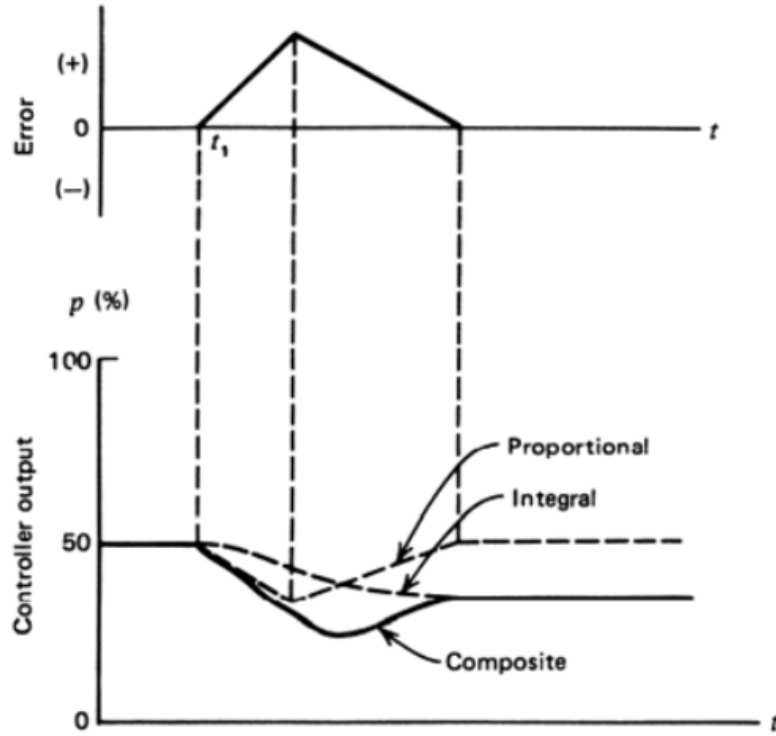

Fig. 4.14
4.5.1 प्रपोर्शनल-इंटिग्रल कंट्रोल मोड (P-I मोड):**Fig. 4.14****ओप-अँप चा वापर करून P-I कंट्रोलर**